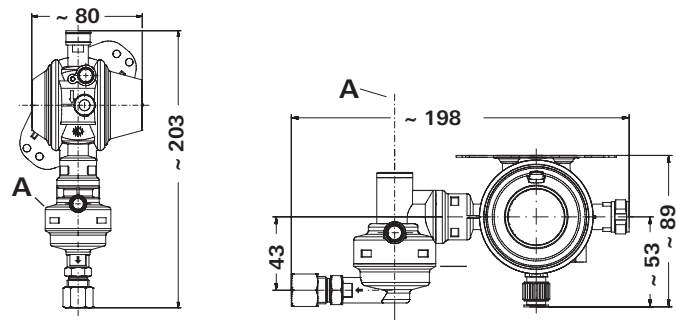

Bild 3
- Beroende på utförande måste MonoControl CS monteras vertikalt på en stadig vägg eller horisontellt i flaskskåpets tak. **Utlösningselementet** (bild 3 – A) måste alltid sitta i lodrätt läge.